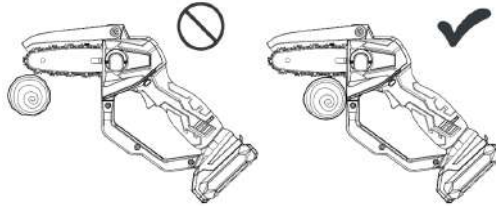

Рисунок 4. Схема розташування різального блоку під час розпили.
3. Під час роботи – тримати виріб тільки двома руками, не пиляти кінцем різального блоку (рис. 4) та контролювати: